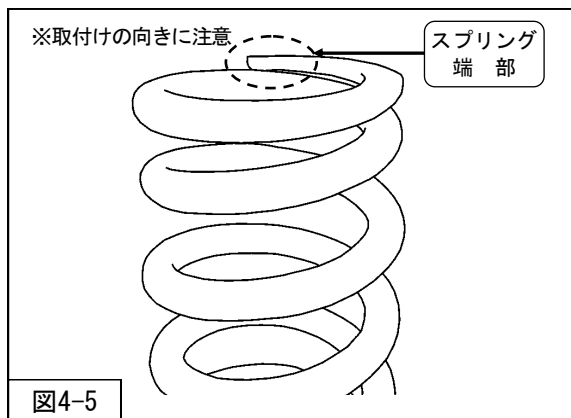

図4-5
6. P 6「サスペンションASSY構成図」を参考に、スプリングの向きに注意しながら※(図4-5)